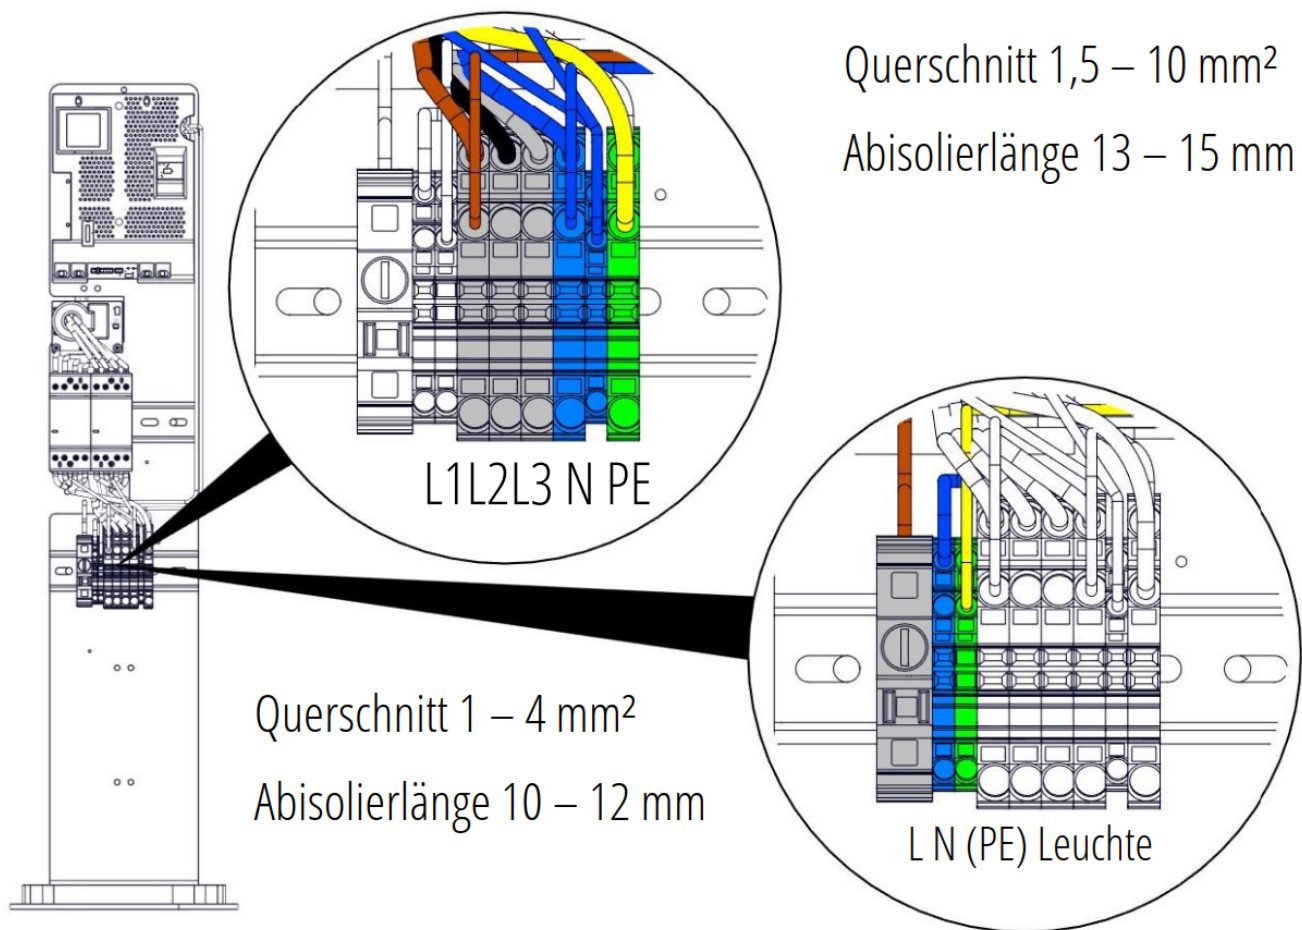

Abbildung 7. Anschlussposition der Zuleitung
1. Die Zuleitung der Ladestation gemäß Abbildung 7 anschließen und diese anschließend mittels Kabelverschraubung zugentlasten und abdichten.
3. Die Zuleitung der Leuchte gemäß Abbildung 7 anschließen und diese anschließend mittels Kabelverschraubung zugentlasten und abdichten.